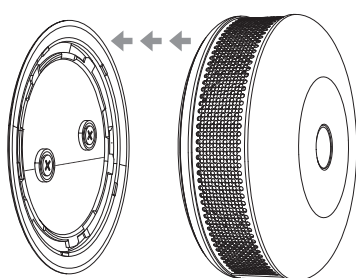

Fig. 6.
6. Fixez l'appareil sur son couvercle (Fig. 6).